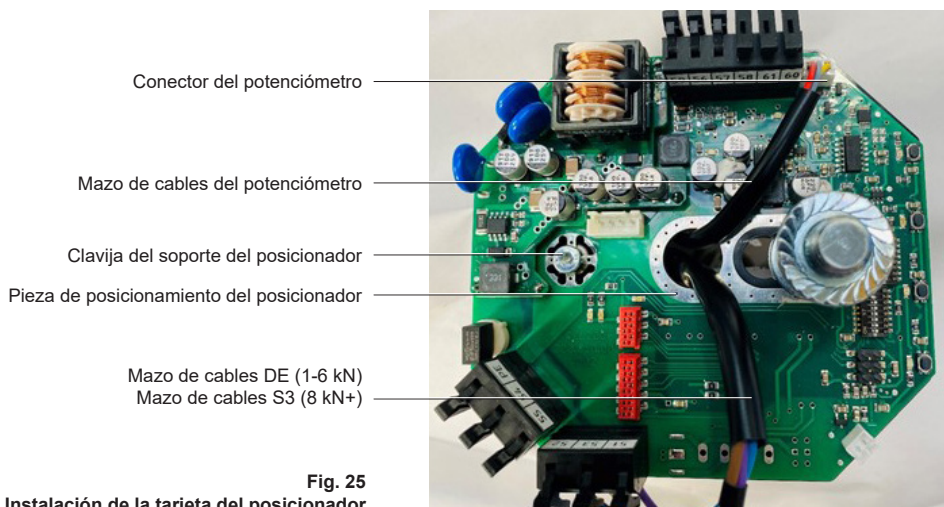
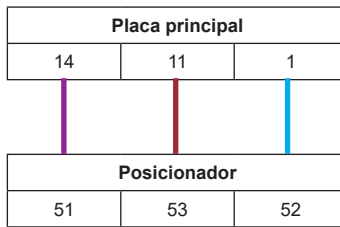
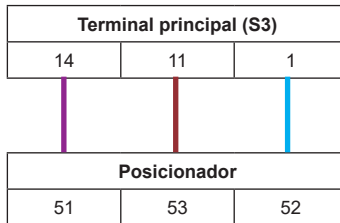

Fig. 25
Fig. 26 Esquema de terminales para la instalación del posicionador (1-6 kN)
Fig. 27 Esquema de terminales para la instalación del posicionador (8 kN+)
- 1-6 kN: Conecte el enchufe del potenciómetro en el conector del potenciómetro situado en la tarjeta del posicionador consultado la Fig. 25 "Instalación de la tarjeta del posicionador (1-6 kN)" para obtener información sobre el producto. El mazo de cables del potenciómetro debería introducirse por el centro de la tarjeta del posicionador tal y como se muestra
- 1-6 kN: Conecte el mazo de cables DE (la información se muestra en la Fig 25) tal y como se indica en la Fig. 26 "Esquema de terminales para la instalación del posicionador (1-6 kN)"
- 8 kN+: Conecte los núcleos del mazo de cables del potenciómetro al carril de terminales principal (Fig. 27) y conecte el enchufe del potenciómetro al conector del potenciómetro en la tarjeta del posicionador consultando la Fig. 25 "Instalación de la tarjeta del posicionador" para obtener información sobre el producto. El mazo de cables del potenciómetro debería introducirse por el centro de la tarjeta del posicionador tal y como se muestra
- 8 kN+: Conecte el mazo de cables DE tal y como se indica en la Fig. 27 "Esquema de terminales para la instalación del posicionador (8+ kN)"